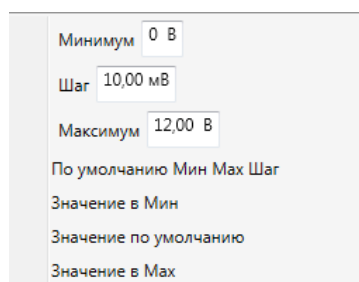

Рисунок 9.6.2.3 – Контекстное меню регулировки напряжения
- в ответ появится контекстное меню (рисунок 9.6.2.3);
- с помощью стрелок и можно регулировать напряжение, с параметрами регулировки, предварительно заданными в контекстном меню (рисунок 9.6.2.3).